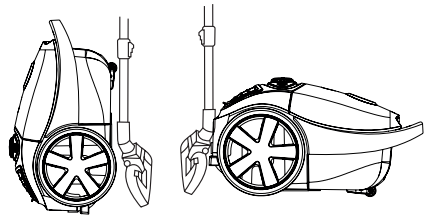

Fig. 6 – Posição de trabalho
- Posição de trabalho, conforme Fig. 6.